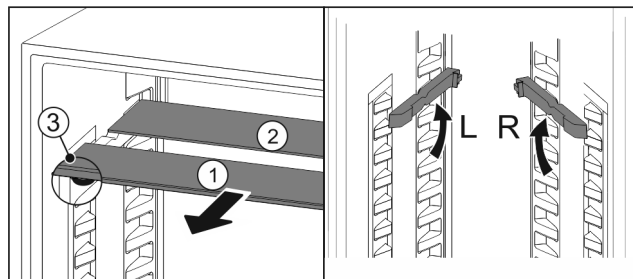

Fig. 147
- ▶ 将玻璃隔板逐个向前拉出 Fig. 147 (1)。
- ▶ 带装饰条的玻璃隔板 Fig. 147 (1)在前。
- ▶ 阻挡装置 Fig. 147 (3)指向下方。